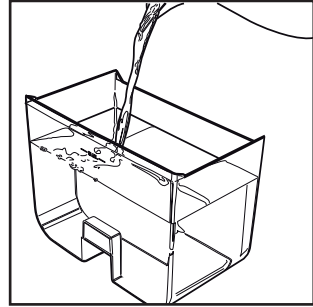

Fig.3
- (Fig.3) - Mélanger la solution détartrante avec de l'eau comme il est indiqué sur l'emballage du produit et remplir le réservoir à eau. Replacer le réservoir dans la machine.